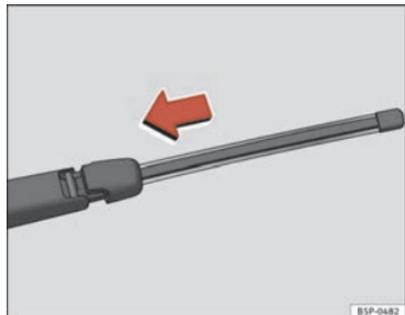

Fig. 151 Colocar la escobilla de limpiaviento
- Sitúe la escobilla, tal como se indica en la ⇒ fig. 151 y deslice el adaptador hasta que encastre.